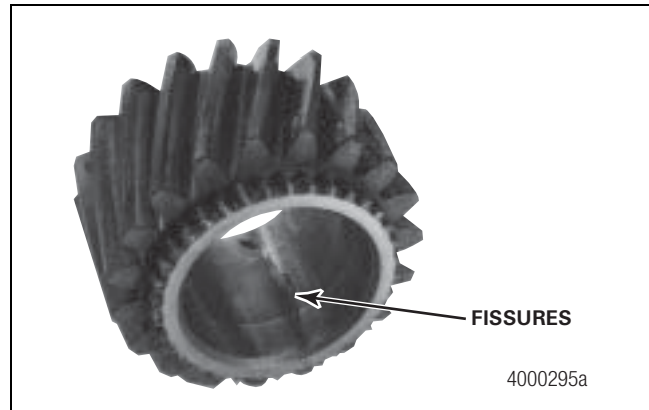

Figure 5.8
- Fissures le long de la portée interne des pignons d'entrée. Figure 5.8.